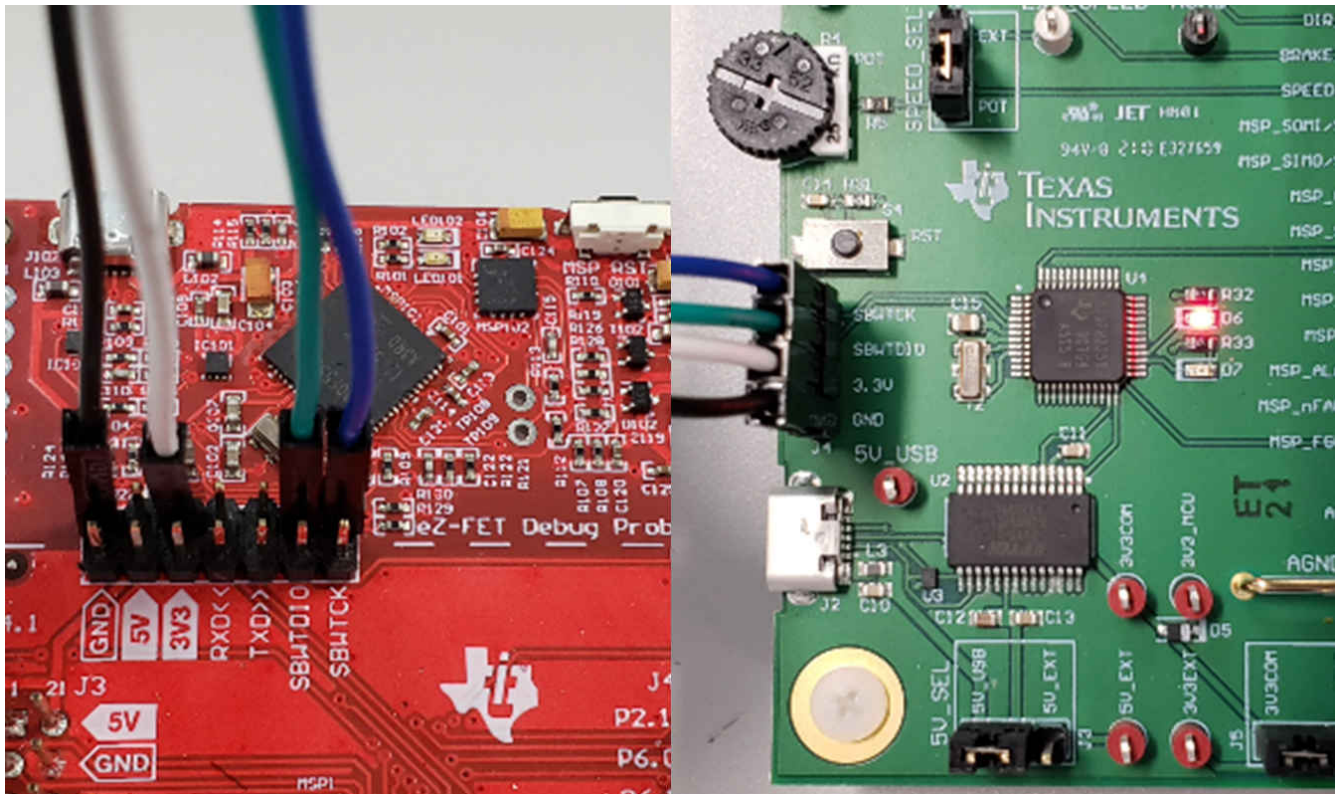

图 7-2. MSP430 LaunchPad™ eZ-FET 探针连接到 MCT8316AEVM
2. 将 GND、3V3、SBWTCK 和 SBWTDIO 信号 LaunchPad eZ-FET 侧的顶部引脚连接到 MCT8316AEVM 的 J4 上对应的引脚，如表 7-1 和图 7-2 所示。